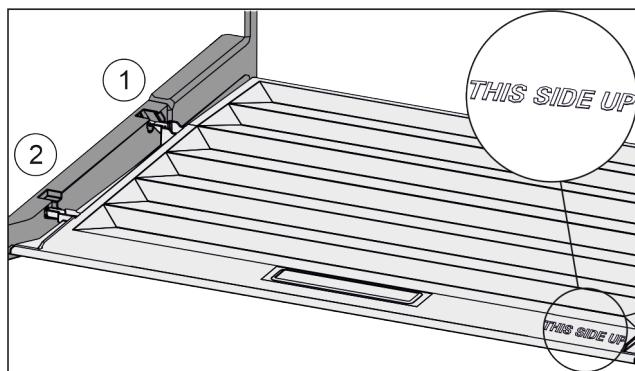

Fig. 61
- ▶ Пъхнете щийките на капака през отвора в задния държач Fig. 61 (1) и фиксирайте отпред в държача Fig. 61 (2).